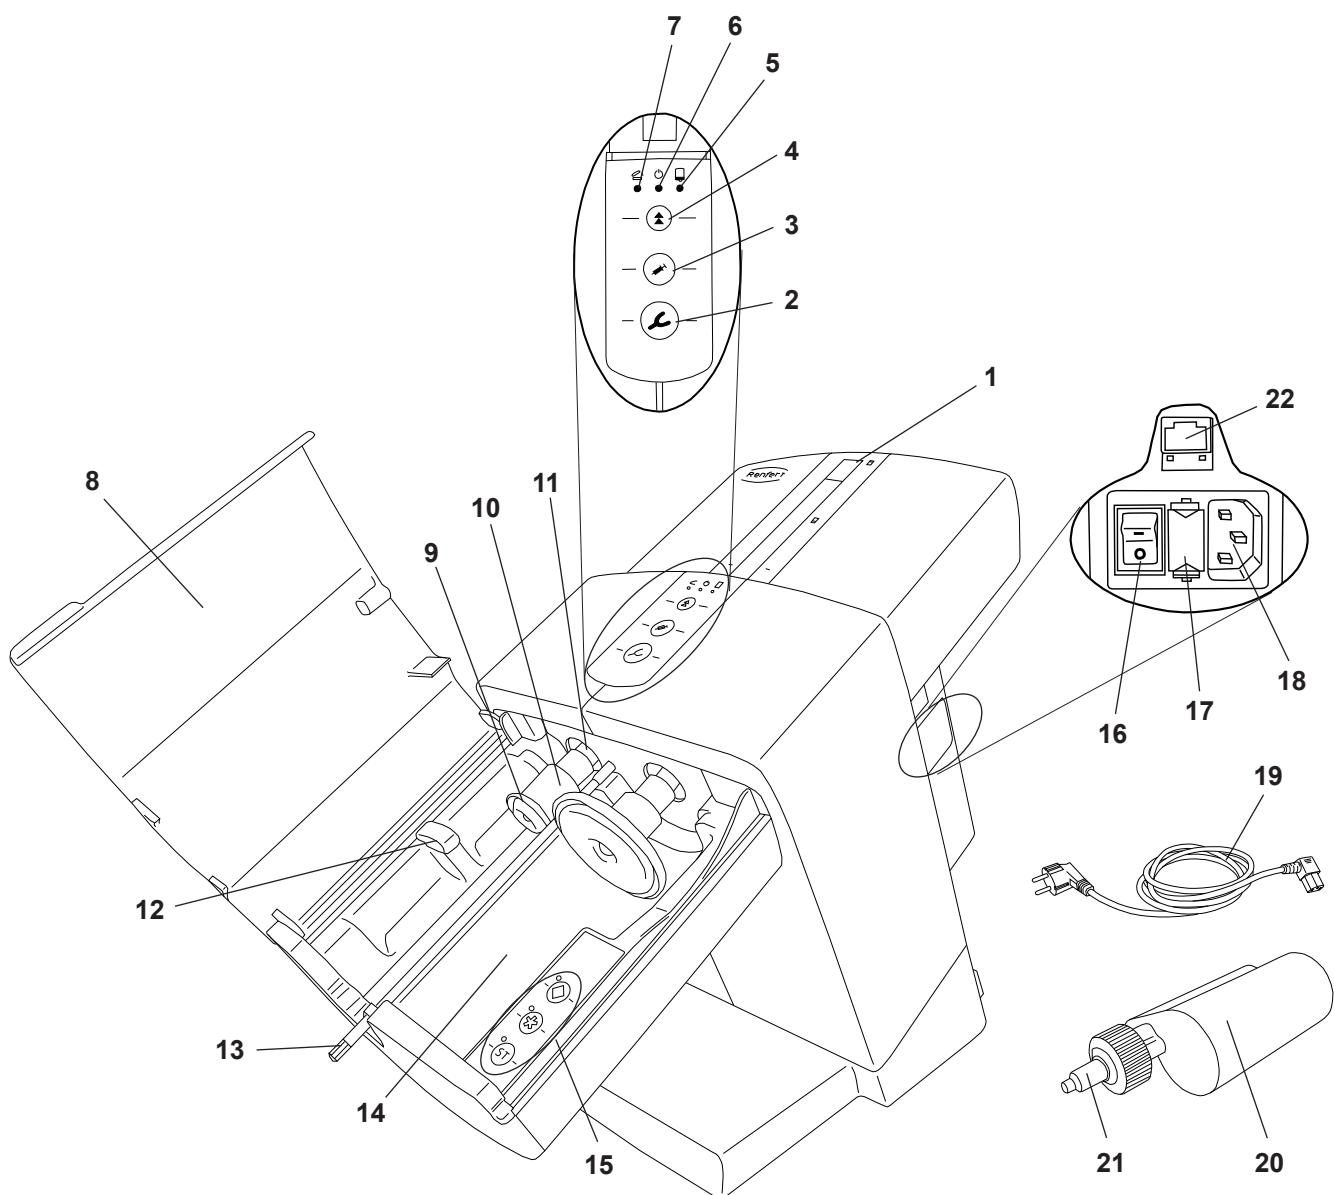

Fig. 1
- ⇒ Introduceți cablul de rețea din pachetul de livrare (19, Fig. 1) în fișa de conectare la rețea (18).
- ⇒ Conectați aparatul de la întrerupătorul de rețea (16).
- ⇒ Închideți clapeta aparatului (8, Fig. 1).
- ⇒ Apăsați tastă de mers înapoi (4).
- ◆ Discurile de presiune (9, Fig. 1) se deplasează înapoi până la poziția inițială și se opresc acolo.
- ⇒ Îndepărtați siguranța de transport (23).
Introducerea, precum și schimbarea unui cartuș se pot realiza numai dacă cele două discuri de presiune (9, Fig. 1) se află în poziția inițială.
- ⇒ Apăsați tasta de mers înapoi (4).
- ⇒ Deschideți clapeta aparatului (8, Fig. 1).
- ⇒ Introduceți cartușul (20) în aparat. Vă rugăm să aveți în vedere așezarea corectă a cartușului sub ciocul opritor (12).
- ⇒ Apăsați tasta-program pentru programul de amestecare (15), a se vedea și cap. 5.1.1.
Clapeta aparatului se poate închide numai cu cartușul introdus corect. Atât timp cât clapeta aparatului nu este închisă conform prescripțiilor, se aprinde LED-ul roșu „Clapetă aparat deschisă“ (7, Fig. 1).
- Lingură de amprentă (2), viteză ridicare de scoatere prin presare sau
- Dispenser (3), viteză scăzută de scoatere prin presare
- ◆ Capul hexagonal de amestecare (13, Fig. 1) începe să se rotească și se inserează automat în duza malaxorului (21, Fig. 1) și se oprește apoi din nou.